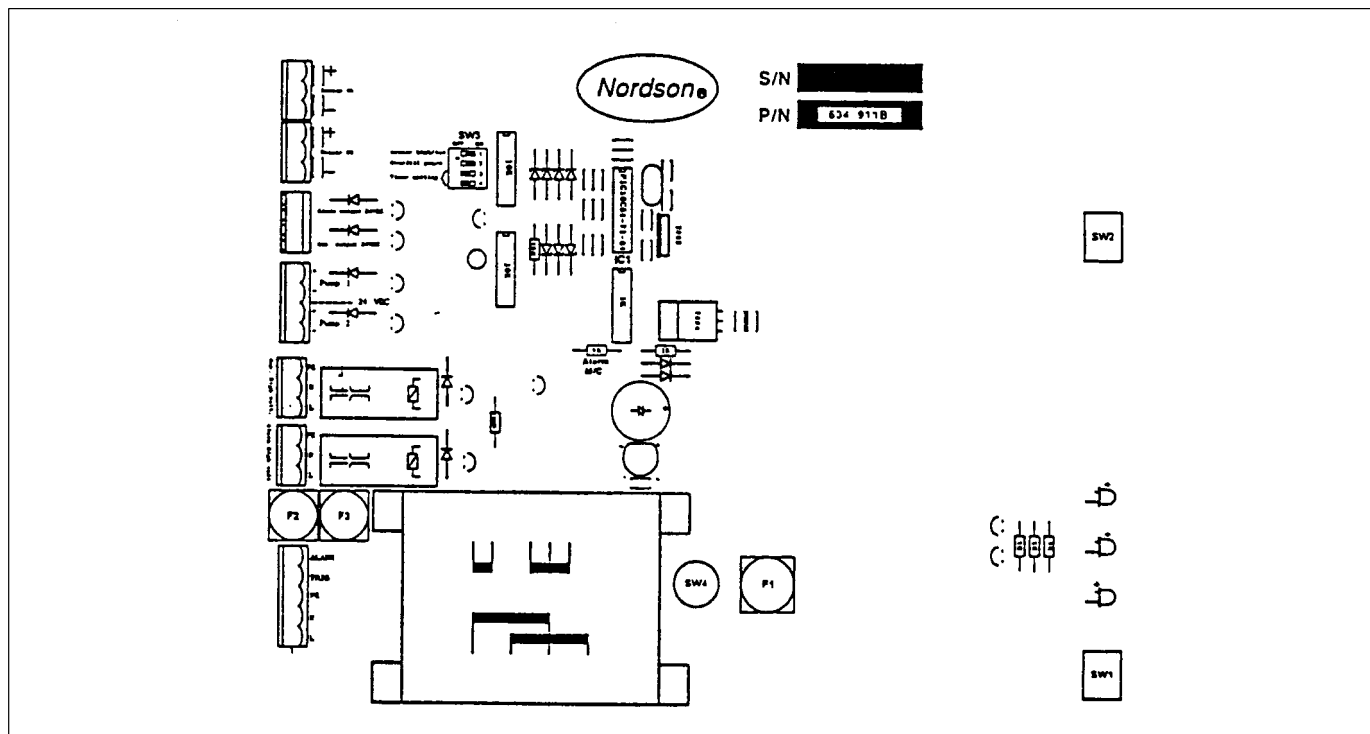

Bild 3-2 Inställningar på kretskortet
2. Ställ omkopplarna SW3 och SW4 i de lägen som beskrivs här nedan. Se bild 3-2.